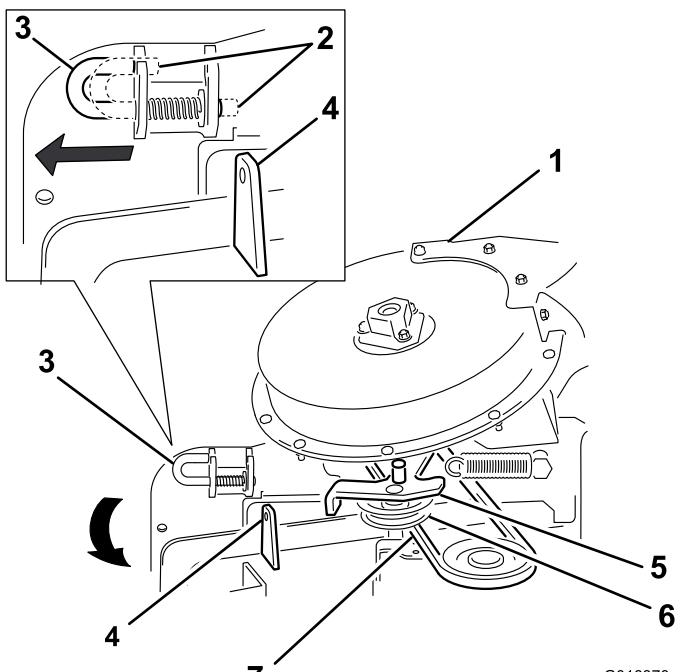

Figure 24
4. Déplacez la goupille de verrouillage de la position verrouillée à la position déverrouillée (Figure 24).